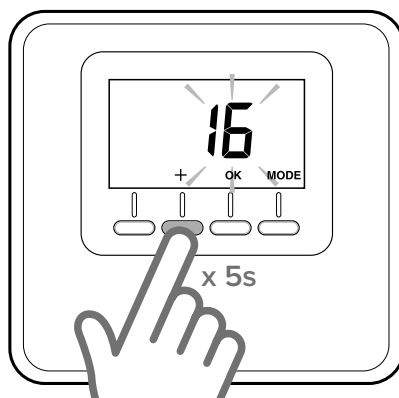

Fig. 14
- Pulsar 5 segundos la tecla “+” en el sensor ambiente (Fig. 14).